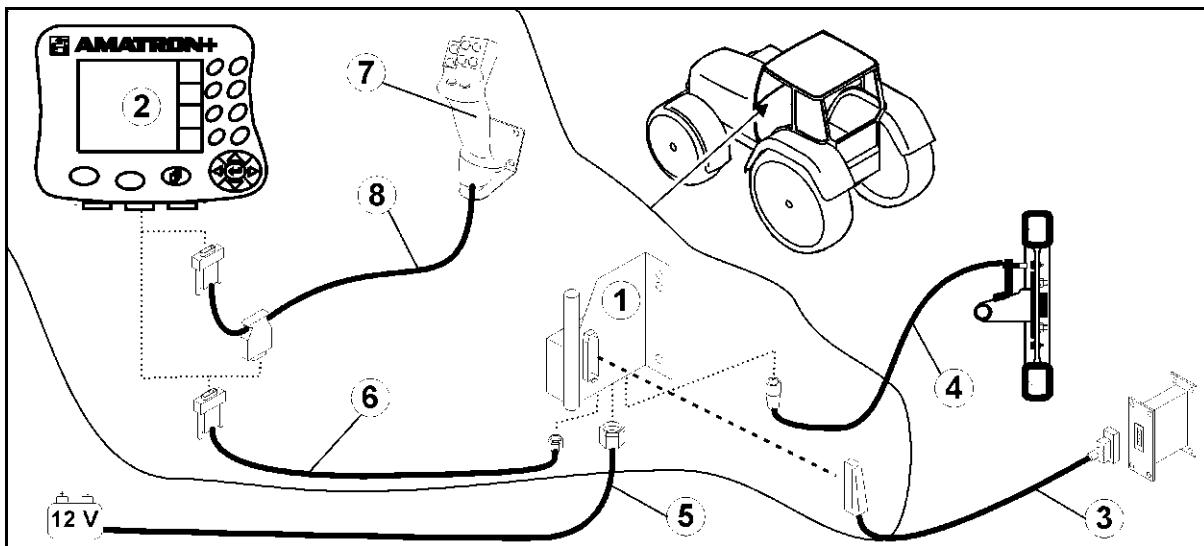
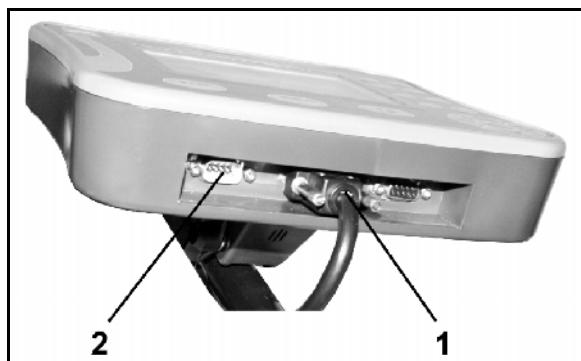

Fig. 1
Fig. 2
- Traktorens grunnutstyr (Fig. 1/1, konsoll med fordeler) må monteres vibrasjonsfritt og elektrisk ledende i førerhuset innenfor syns- og gripevidde for føreren.
- batteritilkoblingskabelen (Fig. 1/5).
- signalkabel for traktorsignalstikkontakt eller strekningsføler (Fig. 1/4).
- forbindelseskabel til AMATRON⁺ (Fig. 1/6).
- Sett AMATRON⁺ (Fig. 1/2) på traktorens grunnutstyr.
- Pluggen på forbindelseskabelen settes i (Fig. 1/6) den midtre 9-polede sub-D-kontakten (Fig. 2/1)
- Koble maskinen via maskinpluggen (Fig. 1/3) til AMATRON⁺. Multifunksjonsspaken (Fig. 1/7) kobles til via en Y-kabel (Fig. 1/8).
- Det serielle grensesnittet (Fig. 2/2) gjør det mulig å koble til en PDA.